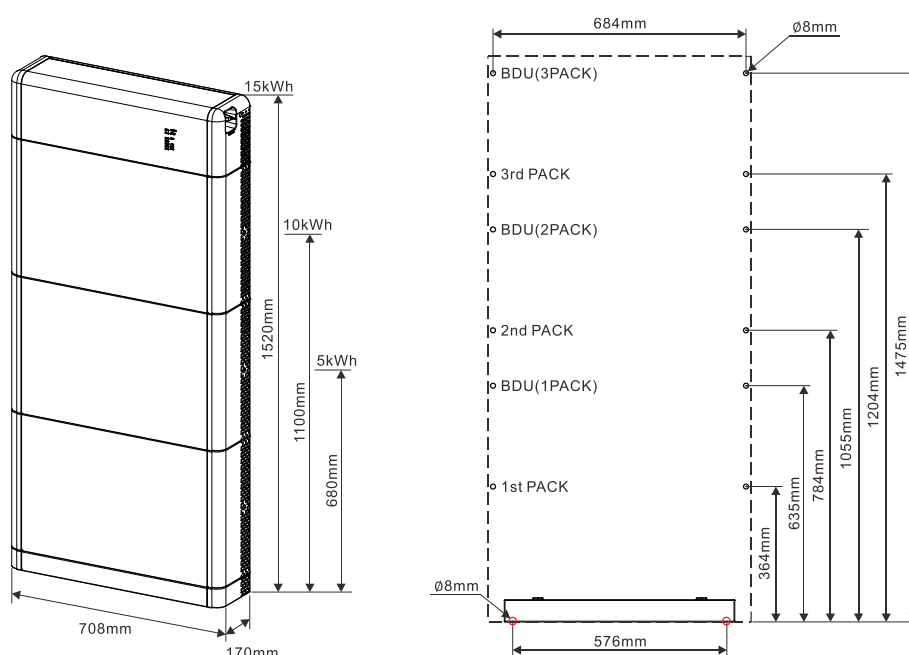

Figure 10 – Dimensions pour l'installation du système
- 3) Utiliser un stylo-feutre pour marquer les trous de fixation du module batterie et la BDU en fonction des dimensions indiquées dans la Figure 10.